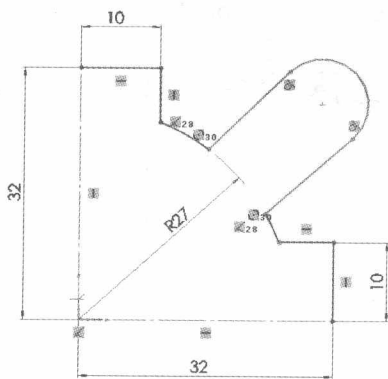

图 2-6 裁剪图形
Step6 裁剪图形。单击“草图”工具栏中的“剪裁实体”按钮, 裁剪多余的圆弧, 如图 2-6 所示。